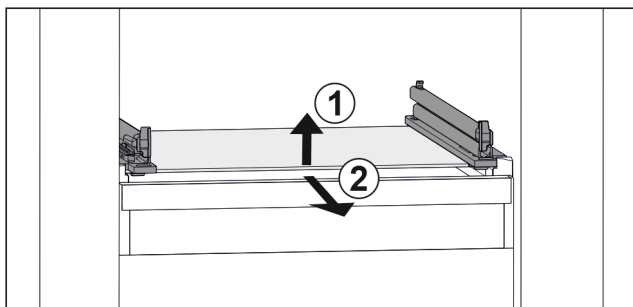

Fig. 94 Exempel på glashylla
- ▶ Lyft glashylla fram till. Fig. 94 (1)
- ▶ Ta ut glashylla framåt. Fig. 94 (2)